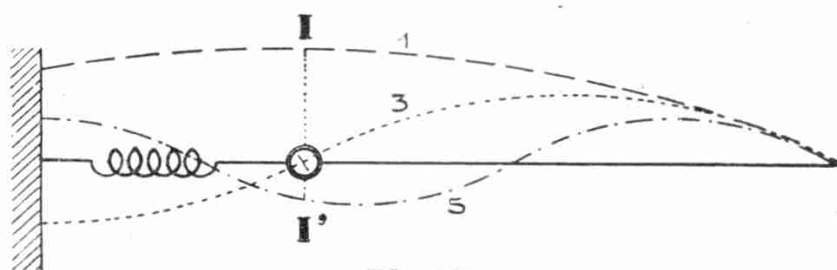

Fig. 35
L'intensité dans l'antenne. — Considérons le schéma de la (fig. 35) où une antenne est excitée sur sa fondamentale, et supposons le thermique placé à la base de l'antenne même. Il indique une certaine intensité I . Excitons maintenant l'antenne sur un de ses harmoniques, sans toucher au thermique. Nous voyons que pour l'harmonique 3, le thermique, étant à un nœud d'intensité, ne déviara pas. Pour l'harmonique 5, il indiquera une certaine intensité I' . Si nous avons émis sur l'harmonique 3, nous dirons, si nous sommes trop pressés, que nous aurons réalisé d'imposants qso « sans intensité dans l'antenne », alors que nous aurons simplement mal placé notre thermique. De même dans l'émission sur antenne et contrepoids, si le système aérien n'est pas bien symétrique, on arrive à une répartition des intensités données par la fig. (36). Si notre thermique est en A , nous lisons une certaine valeur de l'intensité, s'il est en A' , il ne déviara pas, ou très peu. Ce cas est assez fréquent avec une antenne et un contrepoids mal ajustés.